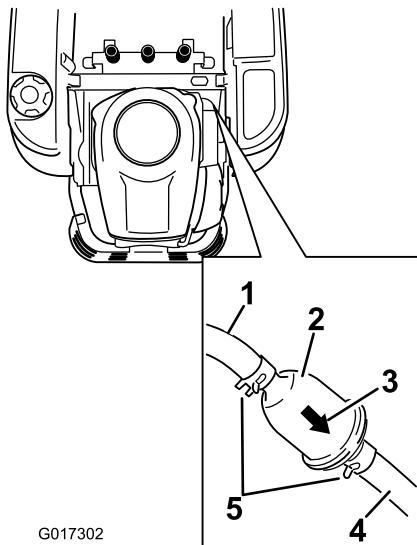

Figura 38
3. Individuate la posizione anteriore sull'estremità superiore del serbatoio come illustrato nella Figura 38.
4. Premete le estremità delle fascette stringitubo ed allontanatele dal filtro (Figura 38).
6. Montate un nuovo filtro con la freccia della direzione del flusso proveniente dal serbatoio del carburante e rivolta verso il motore. Spostate le fascette stringitubo in prossimità del filtro (Figura 38) per bloccarlo.